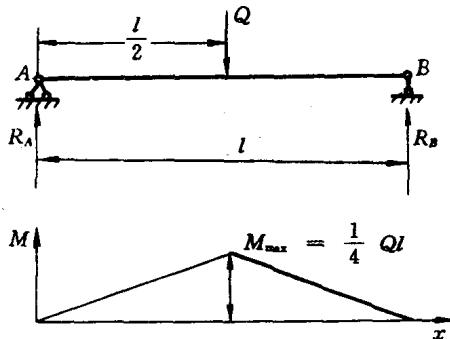

图 1-2
**例题 3** 一简支梁, 如图 1-2 所示, 已知  $Q = 5000$  (N),  $l = 100$  (mm), 梁的许用弯曲应力  $[\sigma] = 160$  (MPa), 试求梁的抗弯截面矩量。
(3) 作弯矩图。弯矩图如图 1-2 所示。